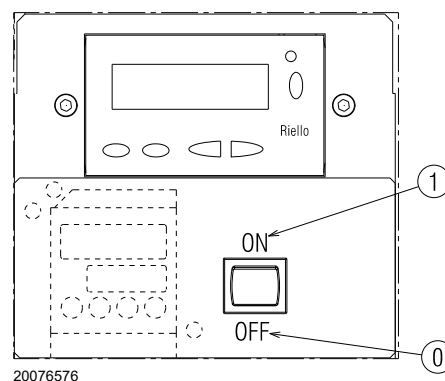

Fig. 32
Fermer les thermostats/pressostats et mettre l'interrupteur du Fig. 32 sur « 1/ON ».
- mettre l'interrupteur de Fig. 32 en position « 0/OFF » et attendre que la boîte de contrôle effectue la phase d'extinction ;